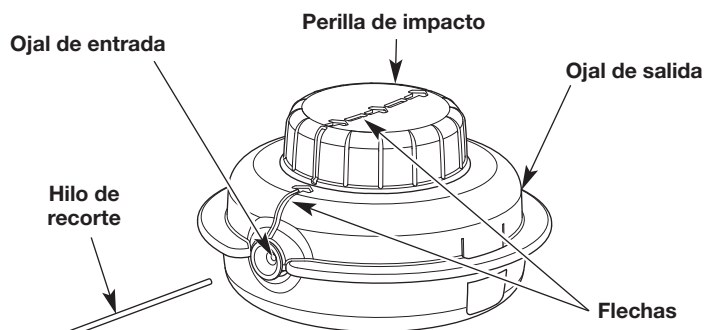

Fig. 16
- Gire la perilla de impacto en sentido contrario a las agujas del reloj para alinear las flechas (Fig. 16).
- Inserte el nuevo hilo de recorte en el ojal de entrada (Fig. 16). Oprima el hilo a través del cabezal de corte hasta que sobresalgan unas pulgadas por el ojal de salida. Tire del hilo hasta que los extremos tengan la misma longitud.